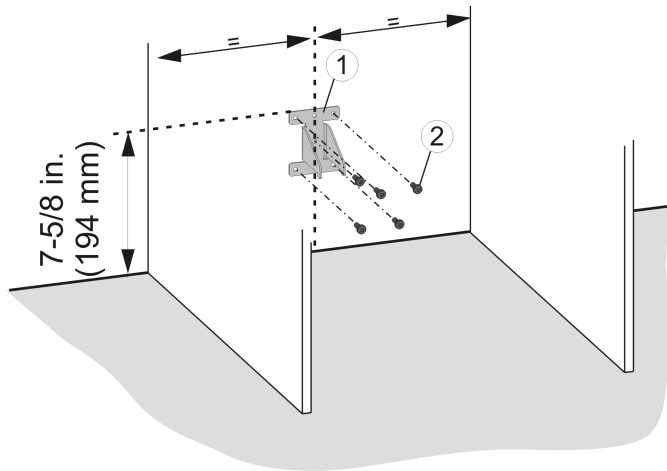

Fig. 28
- Monte el seguro antivuelco Fig. 28 (1) con los tornillos Fig. 28 (2) correspondientes.